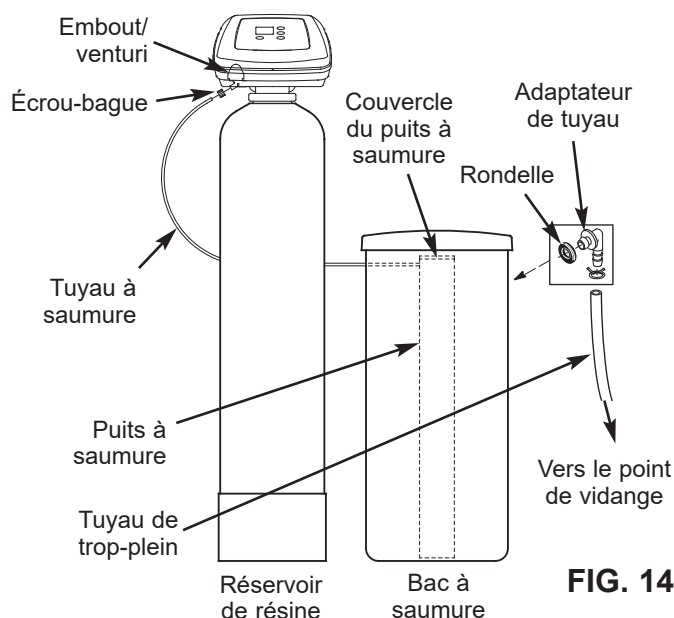

FIG. 14
- Insérez la rondelle en caoutchouc dans le trou de 19 mm (3/4 po) de diam. de la paroi latérale du réservoir de sel (cf. Figure 14).
- Raccordez ce tuyau à l'ensemble embout/venturi, tel qu'illustré à la Figure 14, avec un écrou-bague (fourni). Serrez l'écrou d'abord à la main, puis 1/4 de tour avec des pinces.